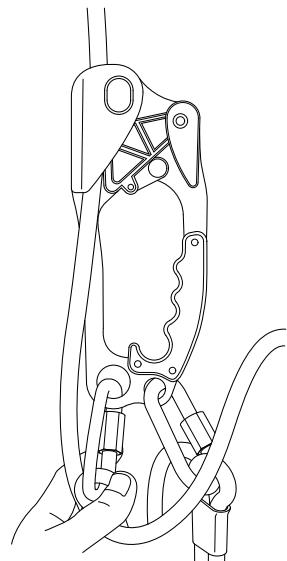

ABB. 3
4. Öffnen Sie den Schnappverschluss und achten Sie darauf, dass das Seil in der richtigen Position über die Rolle läuft (Abb. 3).